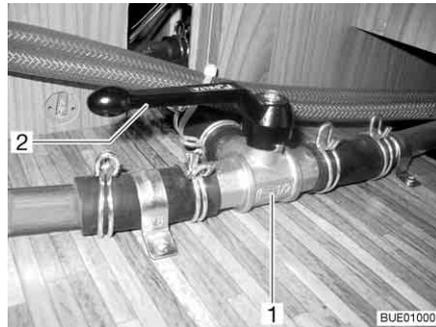

Bild 198 3-Wege-Ventil
- Den Hebel (Bild 198,2) des 3-Wege-Ventils (Bild 198,1) parallel zur geraden Durchflussrichtung (Bild 198) stellen.
- Den Hebel (Bild 198,2) des 3-Wege-Ventils (Bild 198,1) quer zur geraden Durchflussrichtung stellen.